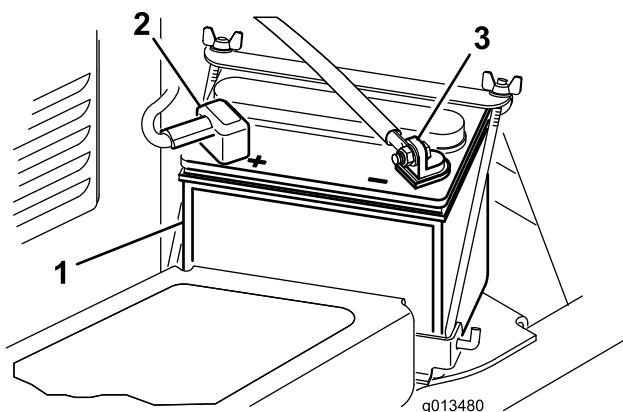

Figura 3
1. Coloque la batería en su sitio, con el borne negativo hacia la parte exterior de la máquina (Figura 3).
2. Conecte el cable positivo (rojo) al borne positivo (+) con un perno y una contratuerca de 5/16 x 5/8 pulgada (Figura 3).
3. Conecte el cable negro pequeño y el cable negativo (negro) al borne negativo (-) de la batería con un perno (5/16 x 5/8 pulgada) y una contratuerca (5/16 pulgada) (Figura 3).